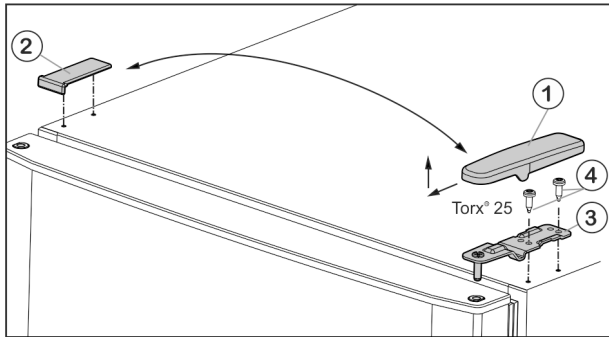

Fig. 5
- ▶ Потяните крышку Fig. 5 (1) вперед и вверх.
- ▶ Снимите крышку Fig. 5 (2).
- ▶ Открутите верхний опорный кронштейн Fig. 5 (3) (2 шт. Torx® 25) Fig. 5 (4) и вытяните вверх.
- ▶ Установите верхний опорный кронштейн *Fig. 5 (3)* на новой стороне шарнира и защелкните в дверце.
- ▶ Привинтите верхний опорный кронштейн (**с моментом 4 Нм**) (2 шт. Torx® 25) *Fig. 5 (4)*. При необходимости используйте аккумуляторный шуруповерт.
- ▶ Наденьте и защелкните крышку *Fig. 5 (1)* на противоположной стороне снаружи.
- ▶ Также наденьте сверху и защелкните крышку *Fig. 5 (2)* на противоположной стороне.